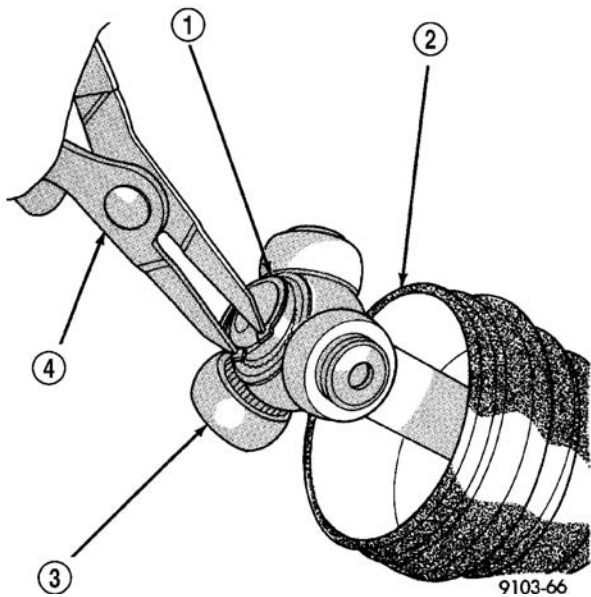

图 11 拆卸卡环
(6) 卸下将三销式万向节总成保持在连接轴上的卡环 (图 11)。